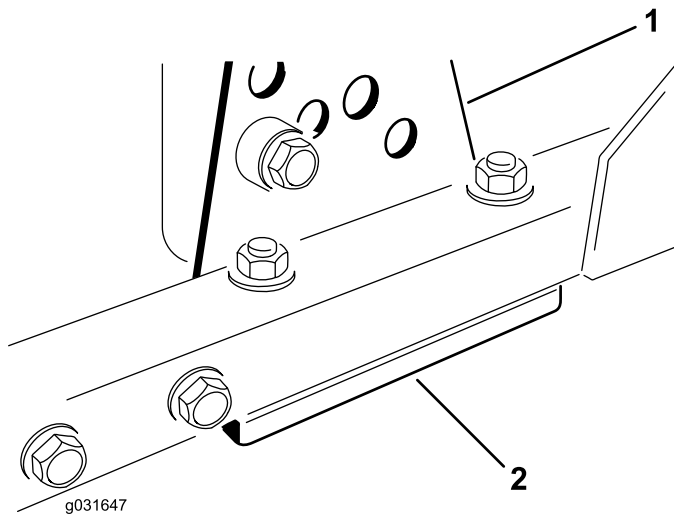

図 72
1. 刈り高ブラケット前、左、右をカッティングユニットのフレームから外す **図 72**。
2. カッティングユニットのフレームとブラケットとの間に厚さ 1.5mm または 0.7mm のシム、場合によってはこれらの両方を挿入して、希望する刈高を達成する **図 72**。
3. 余ったシムを刈り高ブラケットの下に入れ、刈り高ブラケットをカッティングユニットのフレームに取り付ける **図 72**。